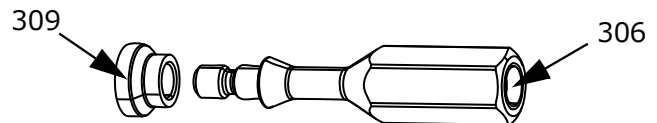

図 15
5. 付属の青い嫌気性接着剤をピストンロッド (410) の下側のネジ山に塗布します。
6. ロッドアダプタ (306) を再度取り付け、6 mm レンチまたはクローフットを使用して、20 インチポンド (2.3 N•m) のトルクで締めてください。
7. 液体セクション (E) とアウトレットブロック (N) を再度取り付けます。
8. シート (307) をロッドアダプタ (306) にずらして移動してください。
9. チップシート (309) をロッドアダプタ (306) にずらして移動してください。図 15。